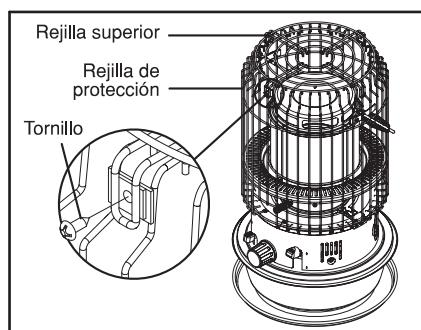

Fig. 5
- Alinee los 2 orificios en la rejilla superior con los 2 orificios de montaje en la rejilla de protección tal como se muestra en la Fig. 5.